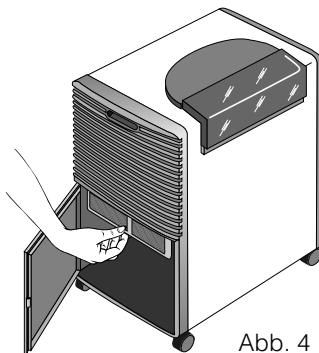

Abb. 4
- Um den Filter herauszunehmen, öffnen Sie die Tankabdeckplatte, nehmen den Tank heraus und ziehen den Filter nach unten heraus (Abb. 4).